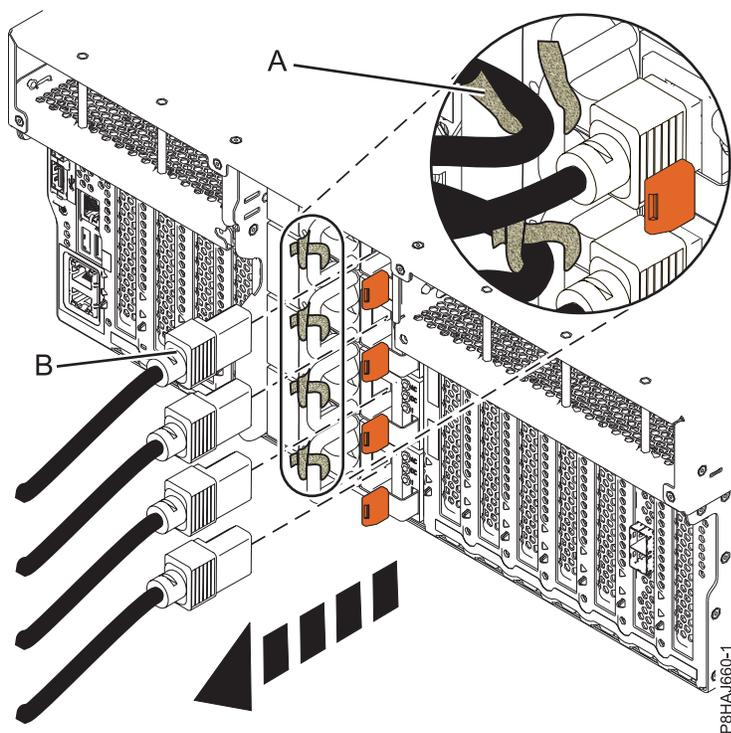
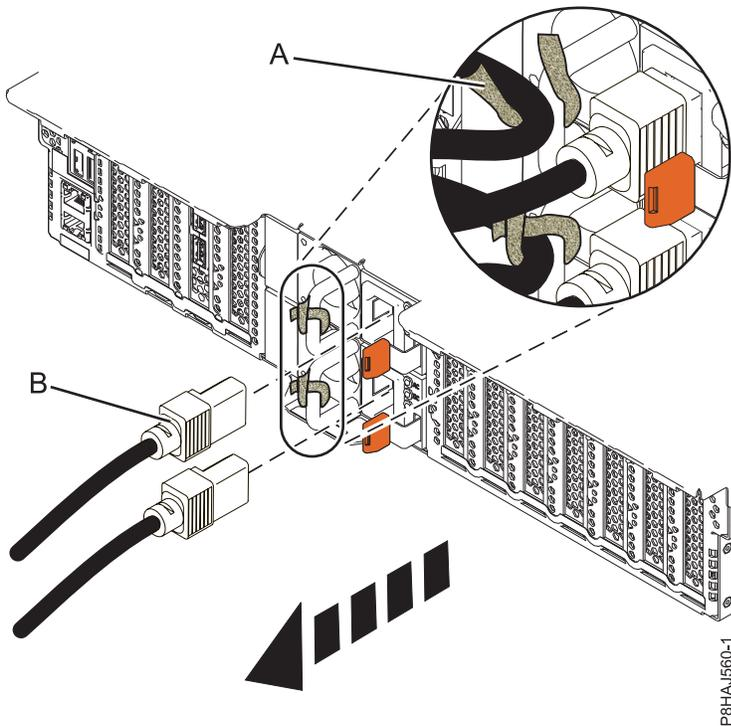
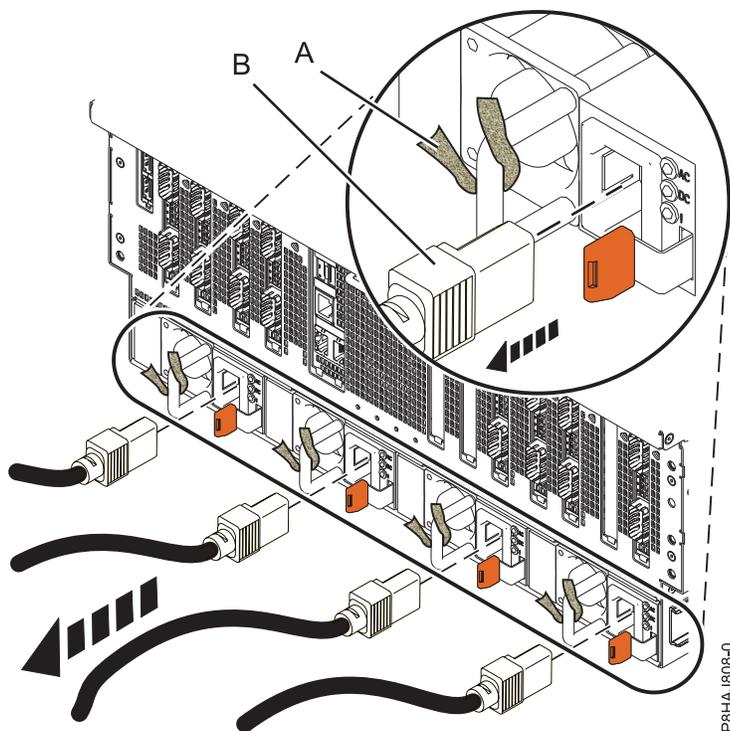

Figura 21. Remover os cabos de alimentação de um sistema 8247-42L, 8286-41A ou 8286-42A
Figura 22. Remover os cabos de alimentação de um sistema 5148-21L, 5148-22L, 8247-21L, 8247-22L, 8284-21A ou 8284-22A
Figura 23. Remover os cabos de alimentação de um sistema 8408-44E ou 8408-E8E
3. Desligue os cabos de alimentação (**B**) da unidade de sistema. Consulte Figura 21 na página 41, Figura 22 na página 41 ou Figura 23 na página 42 ou dependendo do tipo de sistema.